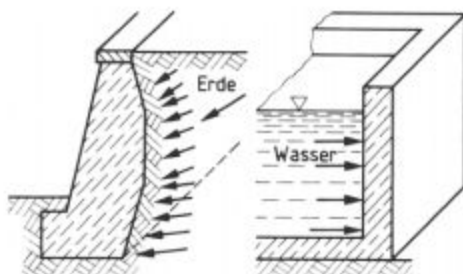

Bild 1.6 Die Stützmauer wird durch Erddruck, die Behälterwand durch Wasserdruck belastet.
- Stütz- und Kellerwände müssen dem Erddruck widerstehen, Behälter und Stauwänden dem erheblichen Wasserdruck (Bild 1.6).